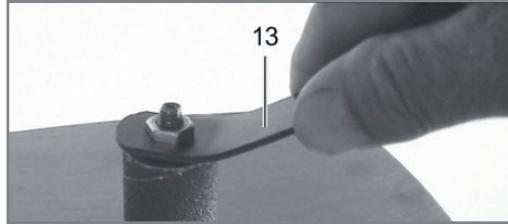

Рис.7.
- Затяните ее так, чтобы в посадке втулки на шлифовальный барабан образовался натяг. Не затягивайте слишком сильно. (рис. 7).
Если втулка прокручивается на барабане после включения питания, это значит, что гайка шпинделя (рис. 7) затянута слабо, барабан не сжат и не фиксирует втулку.